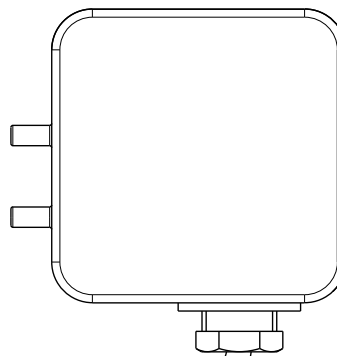

Рис. 19 D7404
- Отрегулируйте реле давления воздуха (рис. 19) в положение начала
Отрегулируйте реле давления воздуха (рис. 19) после выполнения всех остальных регулировок горелки при установке реле давления воздуха в положение начала масштаб.